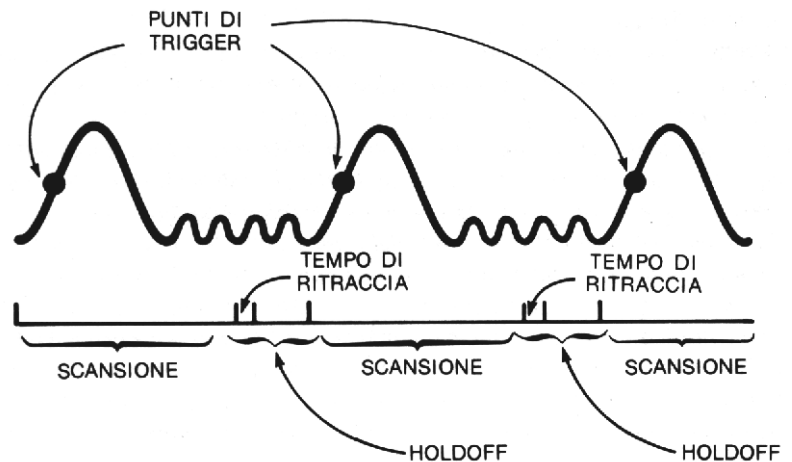

Figura 26
- per assicurare che si abbia una stabile visualizzazione della forma d'onda in esame, così come indicato in figura 26.